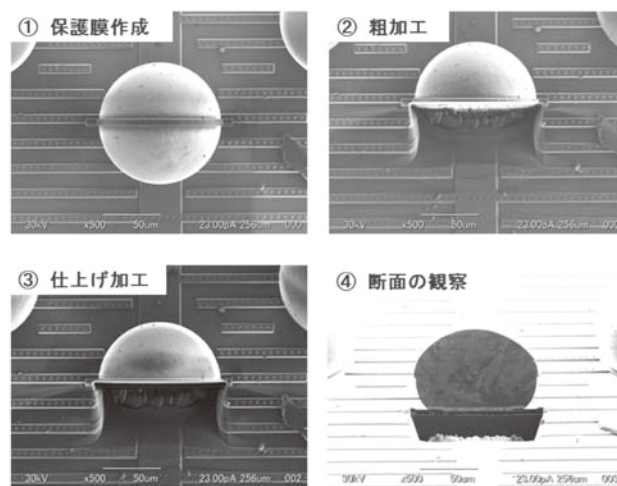

図.7 Solder Bumpの断面加工の様子
①保護膜の作製
断面作製する位置の上にカーボンデポジションを行い、保護膜を作製します(図.7 ①)。
②粗加工
照射電流値60nAのビームを使い、Bumpの下側半分を加工します。この加工はラピッドモードで行います(図.7 ②)。
③仕上げ加工
照射電流値4nAのビームにし、観察断面部のみをミルモードで加工します(図.7 ③)。
④断面のSIM像観察
ステージを60°傾斜することで作製した断面を観察できます。観察時は照射電流1 pA~10 pAを使用します。(図.7 ④)